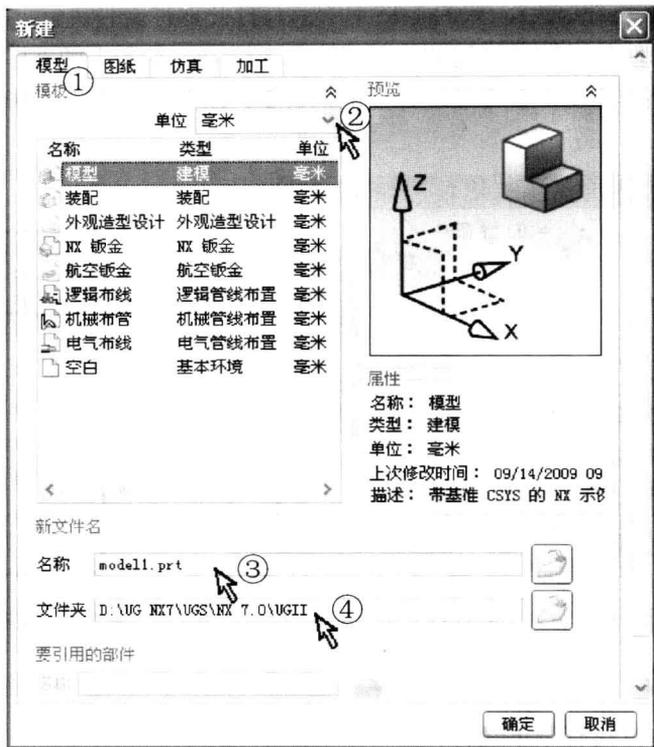

图 1-14 “新建”对话框
新建部件文件的方法有两种，一种是选择菜单【文件】|【新建】，弹出“新建”对话框，如图 1-14 所示；另一种是单击标准工具条上的“新建”按钮，弹出“新建”对话框。下面就“新建”对话框中各选项的输入或设置加以说明。
文件类型包括模型、图纸、仿真、加工等，如图 1-14①所示。建模时应选择“模型”，对应的部件文件格式为\*.prt。
尺寸单位包括公制单位毫米和英制单位英寸两种，如图 1-14②所示。
在“名称”输入框内输入部件文件的名称，如图 1-14③所示。
在“文件夹”输入框内输入部件文件放置目录的名称，或单击输入框右侧的“浏览”按钮，通过文件目录浏览器选择部件文件存放的目录，如图 1-14④所示。